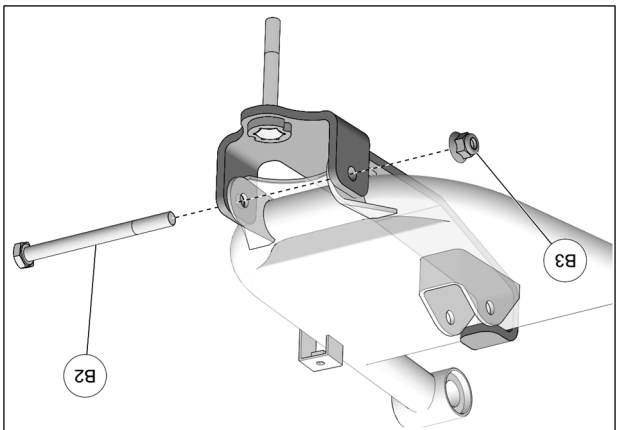

Fig. 9
8. Insérer le nouveau boulon M10x120mm (B2) à travers l'ancrage, le bras de suspension et le moyeu de roue. Fixer l'assemblage en utilisant le nouvel écrou M10 (B3) fourni. Serrer l'écrou à un couple de 50 N•m [37 lb•pi]. Voir la Fig. 9